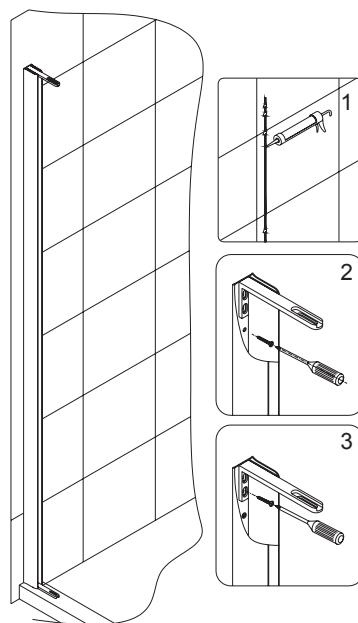

Рис. 2
- Используйте силиконовый герметик вокруг просверленных отверстий в стене. Нажмите поворотный фиксатор (8), расположенный вверху и внизу настенного профиля для стеклянной двери (1). Прикрепите настенный профиль к стене с помощью шурупа с круглой головкой ST4.2×30 (17). См. рис. 2 для более подробной информации.